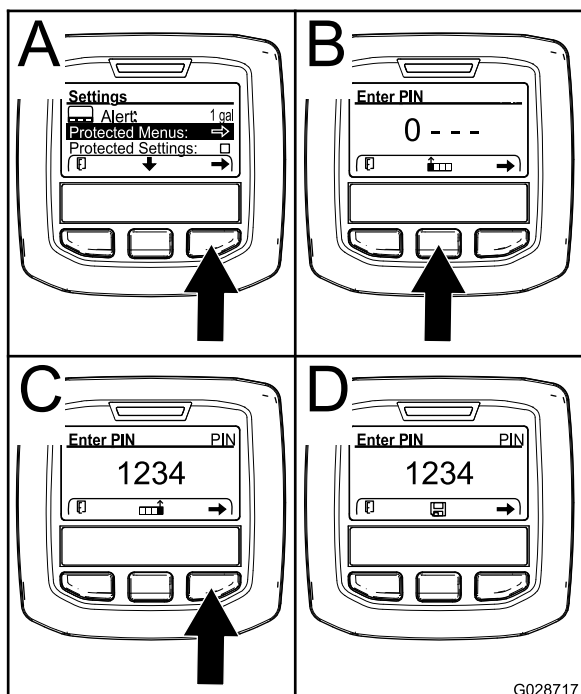

Figure 25
- Appuyez sur le bouton de sélection droit pour sélectionner les menus protégés (A de Figure 25).
- Appuyez sur le bouton de sélection central (B de Figure 25) pour augmenter la valeur numérique (0 à 9).
- Appuyez sur le bouton de sélection droit (C de Figure 25) pour amener le curseur à la valeur numérique suivante à droite.
Remarque: L'icône de sauvegarde s'affiche alors au-dessus du bouton de sélection central (D de Figure 25).